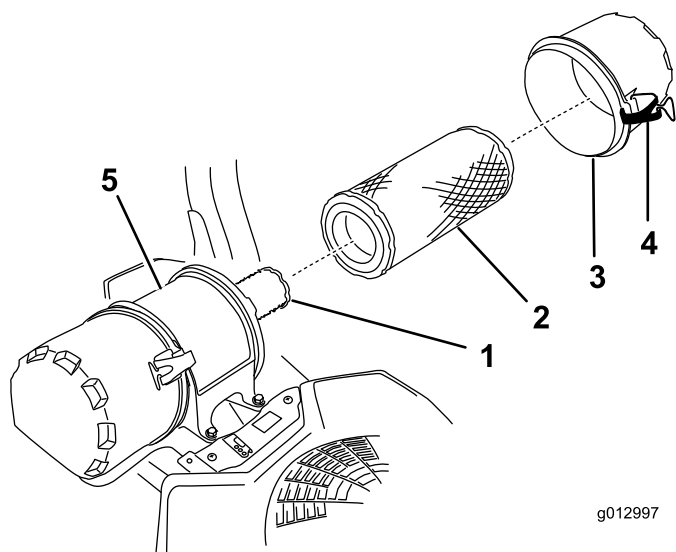

Figure 38
- Ouvrez les dispositifs de verrouillage du filtre à air et détachez le couvercle du boîtier du filtre (Figure 38).
- Sortez le préfiltre du boîtier du filtre avec précaution (Figure 38).
- Si vous remplacez l'élément intérieur, insérez-le avec précaution dans le boîtier du filtre (Figure 38).
- Placez ensuite le préfiltre sur l'élément de sécurité avec le même soin (Figure 38).
- Remettez en place et verrouillez le couvercle du filtre à air (Figure 38).